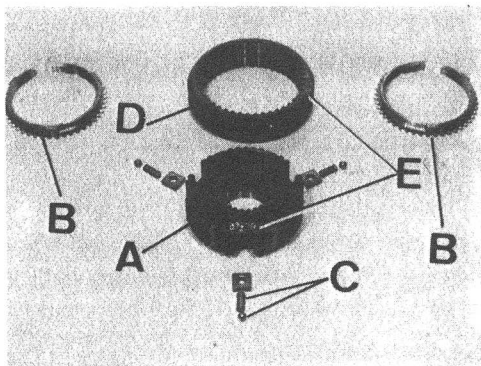

Fig. C1-124 Conjunto sincronizador 3a y 4a V.
- 1.9. Hacer una marca de coincidencia en el cuerpo interior y exterior del conjunto sincronizador de 3a y 4a velocidad, con el fin de no perder el apareamiento que existe entre ambos cuerpos, ya que de no hacerlo, habría que localizar el punto de mejor deslizamiento a la hora del montaje (Fig. C1-124).
- 1.10. Desarmar el conjunto sincronizador de 3a y 4a velocidad, empujando hacia abajo el cuerpo interior, A (Fig. C1-124) del sincronizado por medio de un cono, B, de sincronización, quedando así libres la bola y resortes, C, de la presión que ejercerá sobre el cuerpo exterior, D, del sincronizado.